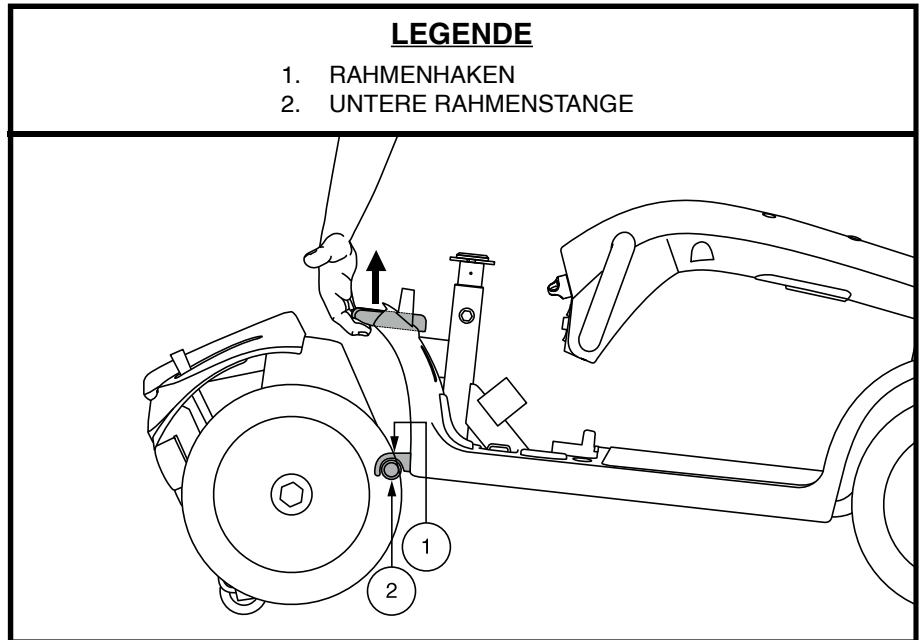

Abb. 25. Rahmenverriegelungshebel
3. Festhalten und Hochheben am Rahmenlösehebel. **Siehe Abb. 25.**
1. Vorder- und Heckteil Ihres Elektromobils wie in **Abb. 25** dargestellt positionieren.